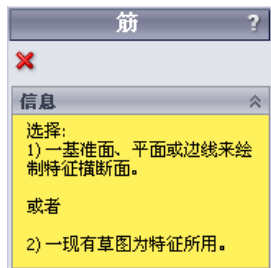
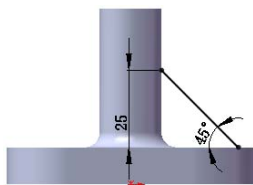

图 3.11.2 “筋”对话框（一）
图 3.11.3 截面草图的几何图形
Step3. 定义筋（肋）特征的横断面草图。完成上步操作后，系统弹出图 3.11.2 所示的“筋”对话框（一），在系统的提示下，选择上视基准面作为筋的草绘基准面，进入草绘环境；绘制截面的几何图形（即图 3.11.3 所示的直线）；建立几何约束和尺寸约束，并将尺寸修改为设计要求的尺寸，如图 3.11.3 所示；单击  按钮，退出草绘环境。